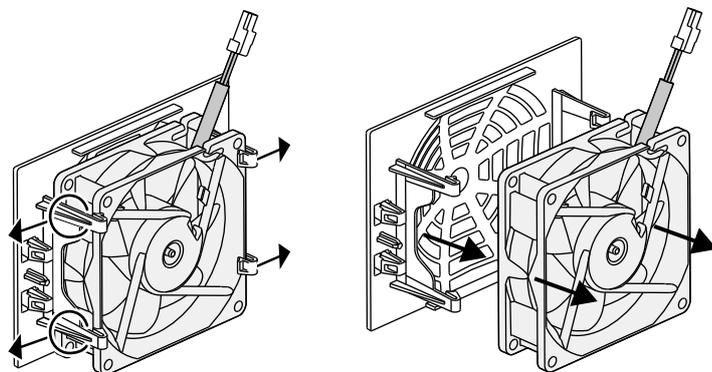

Fig. 76 : démontage de la grille du ventilateur
5. Il est encore possible de retirer le ventilateur de sa grille. Pour cela, appuyer légèrement sur les pattes de fixation vers l'extérieur et extraire le ventilateur.  **Fig. 76**